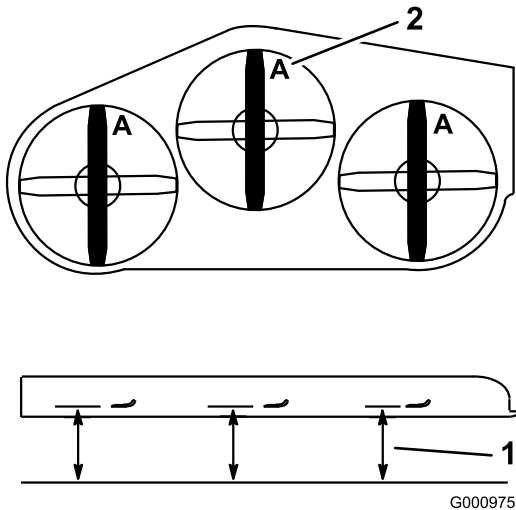

Figura 97
3. Gire las cuchillas hasta que los extremos estén orientados hacia adelante y hacia atrás (Figura 97).
4. Mida desde una superficie nivelada hasta el filo de corte, posición A, de las cuchillas (Figura 97).